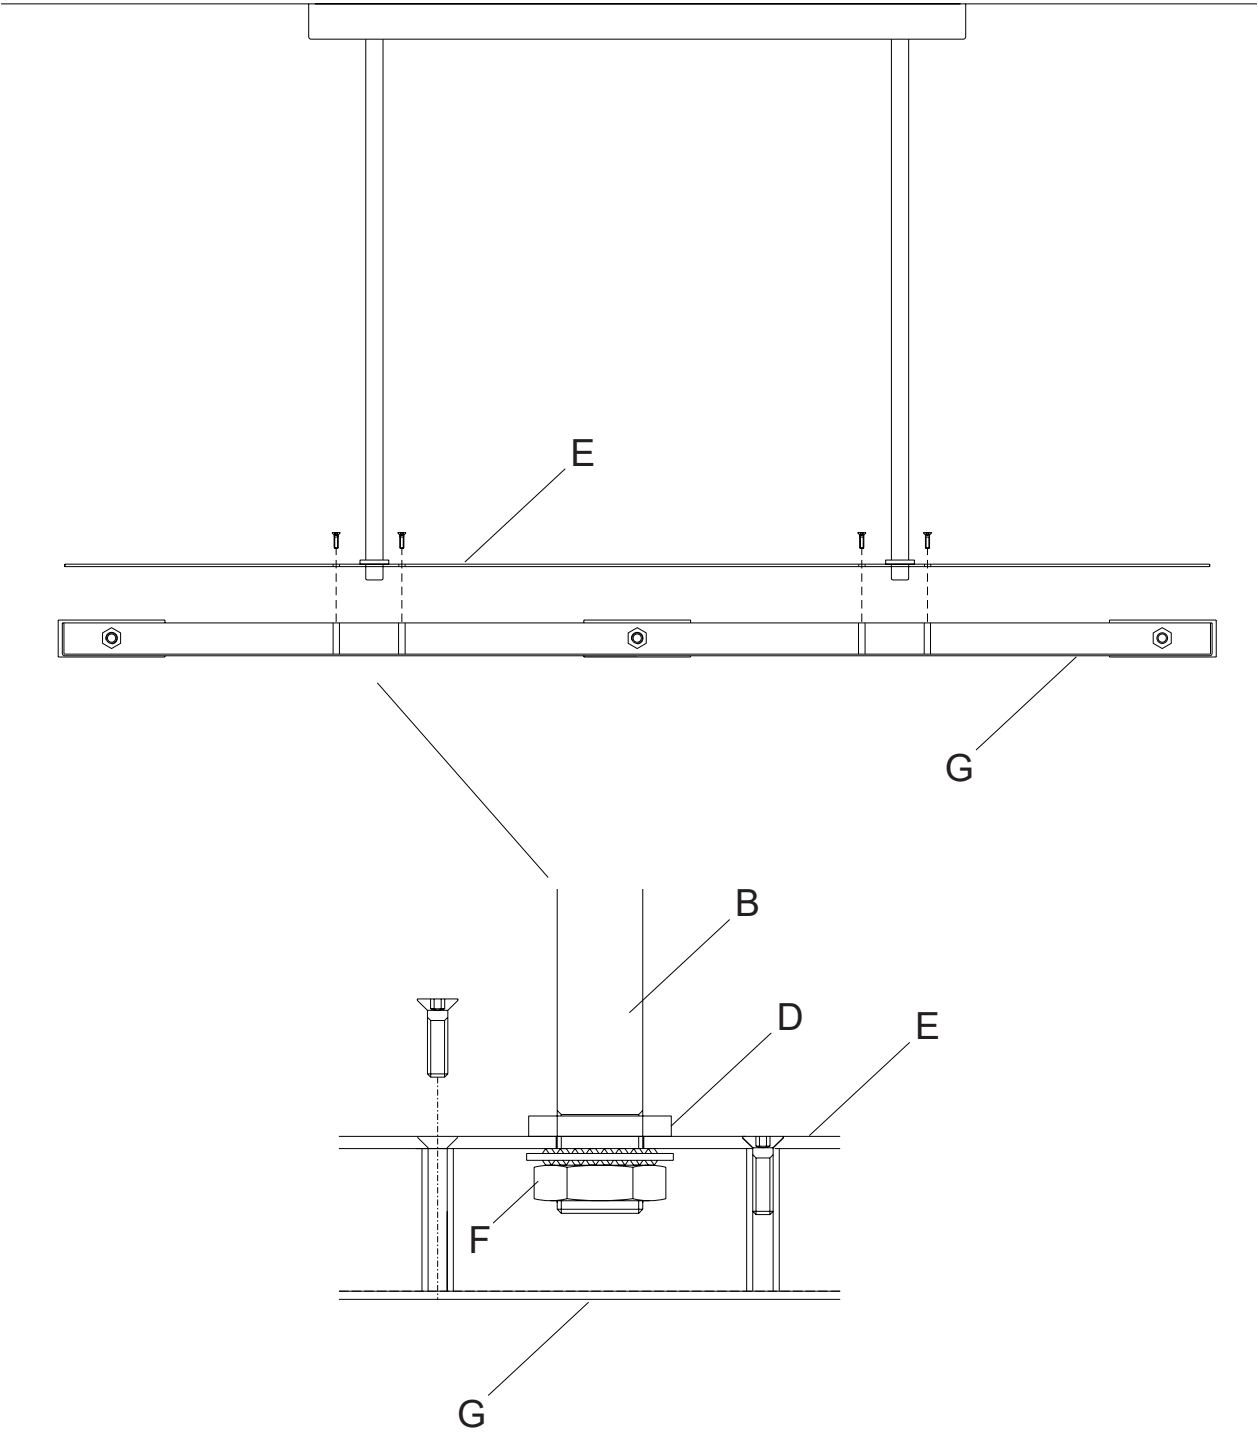

FIG 3
- 8 Inserire i bracci in vetro nelle apposite sedi dopo aver collegato i morsetti elettrici, fig 3.
- 9 Bloccare i bracci stringendo le viti poste sulla loro sede, fig 3.
- 8 Make the electrical connections and put the glass arms in the seats, fig 3.